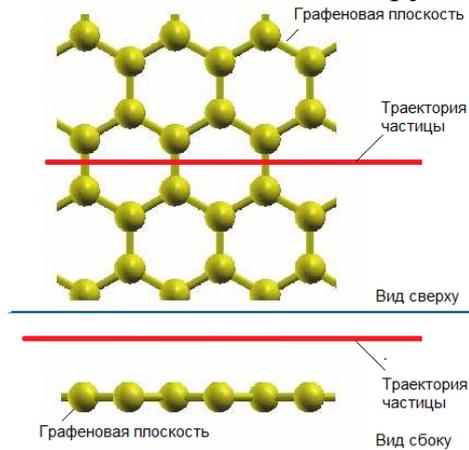
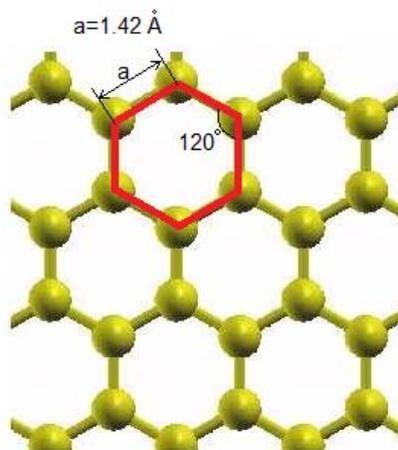

Рис.1
Рис. 2
14. Вычислите частоту воздействия атомов графеновой плоскости на частицу летящую параллельно ее поверхности на малом расстоянии от нее, как показано на Рис. 1 (учитывать только взаимодействие с ближайшими атомами
углерода), при условии, что графеновая плоскость представляет собой решетку состоящую из правильных шестиугольников (Рис.2) длина стороны которых составляет 1.42 А ( $1\text{А}=10^{-10}\text{м}$ ), а скорость движения частицы равна 4 А/пс, ( $1\text{ пс} = 10^{-12}\text{ с}$ ). Ответ записать в ТГц и округлить до тысячных.
20. Геккон – ящерица, способная передвигаться по вертикальным поверхностям (Рис. 1) и даже по потолку. Все это происходит благодаря устройству подошвы ее лап (Рис. 2 А). Кожа подошв покрыта мельчайшими щетинками диаметром около 100 мкм (Рис. 2 Б, В), которые на концах разветвляются на еще более мелкие щетинки (400 – 1000 штук) (Рис. 2 Г), каждая из которых оканчивается треугольной лопаточкой (Рис. 2 Д) шириной около 0,2 мкм (или 200 нм). Такие лопаточки обеспечивают сцепление с любой даже очень гладкой поверхностью за счет слабых межмолекулярных Ван-дер-Ваальсовых сил. Считая, что плотность щетинок составляет 1,5 млн. на 1 см2 поверхности подошвы геккона, а лопаточка на конце представляет собой равносторонний треугольник рассчитать эффективную площадь развиваемую поверхностью подошвы в 1 см2. Выразите ответ в мм2, ответ округлите до тысячных.
21. Геккон – ящерица, способная передвигаться по вертикальным поверхностям (Рис. 1) и даже по потолку. Все это происходит благодаря устройству подошвы ее лап (Рис. 2 А). Кожа подошв покрыта мельчайшими щетинками диаметром около 100 мкм (Рис. 2 Б, В), которые на концах разветвляются на еще более мелкие щетинки (400 – 1000 штук) (Рис. 2 Г), каждая из которых оканчивается треугольной лопаточкой (Рис. 2 Д) шириной